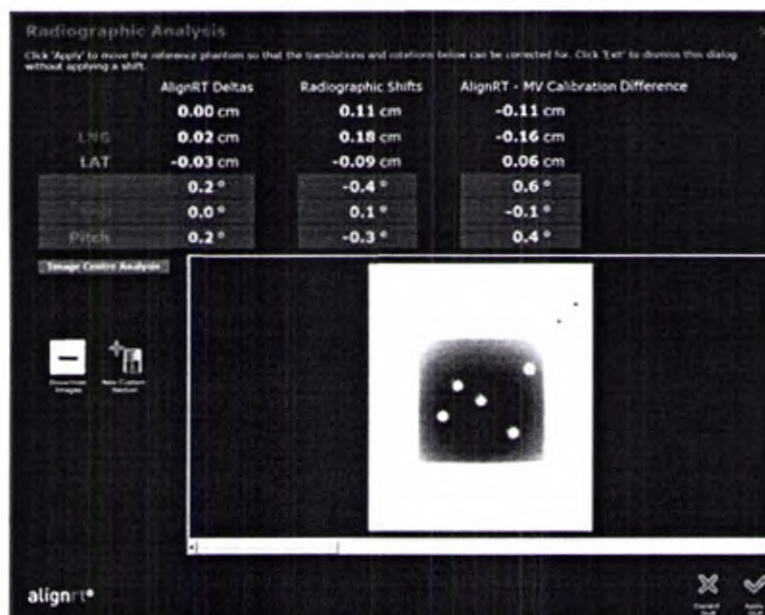

Рисунок 4.9 Диалог процедуры рентгенографического анализа
1. В диалоговом окне рентгенографического анализа необходимо нажать на кнопку пользовательского раздела . См. рисунок 4.9.